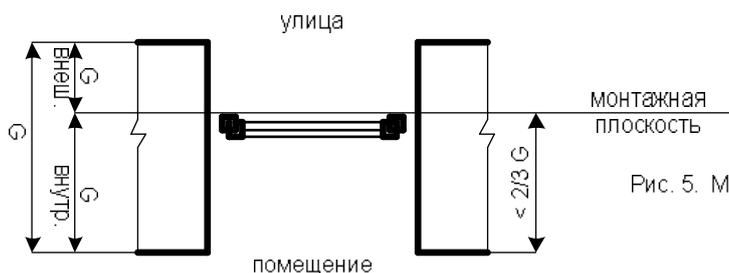

Рис. 5. Монтажная плоскость и ее рекомендуемое расположение.
6. Определите (назначьте) положение монтажной плоскости (рис. 5).